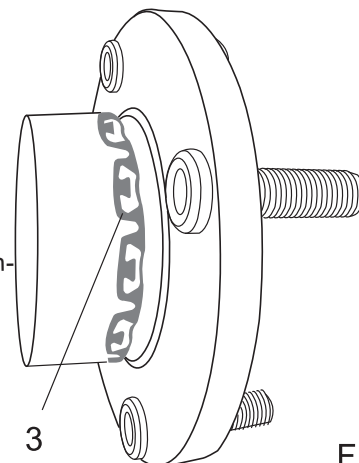

Fig 4
-rode o parafuso de força até que o rolamento / flange esteja totalmente colocado. Se instalado, assegure-se de que os espigões do anel de retenção (3) estejam corretamente assentados na ranhura de retenção. veja fig.4